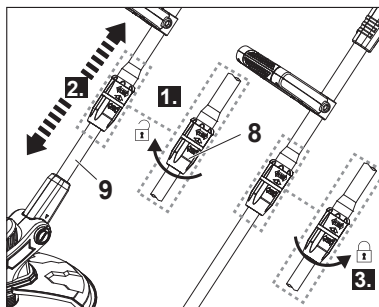

Fig. 13
1. Desaperte a manga de bloqueio (8) no sentido dos ponteiros do relógio (Fig. 13, step 1).
2. Puxe o polo inferior (9) para fora ou empurre-o juntamente para ajustar o comprimento pretendido (Fig. 13, passo 2).
3. Aperte a manga de bloqueio (8) para bloquear a pega (Fig. 13, passo 3).